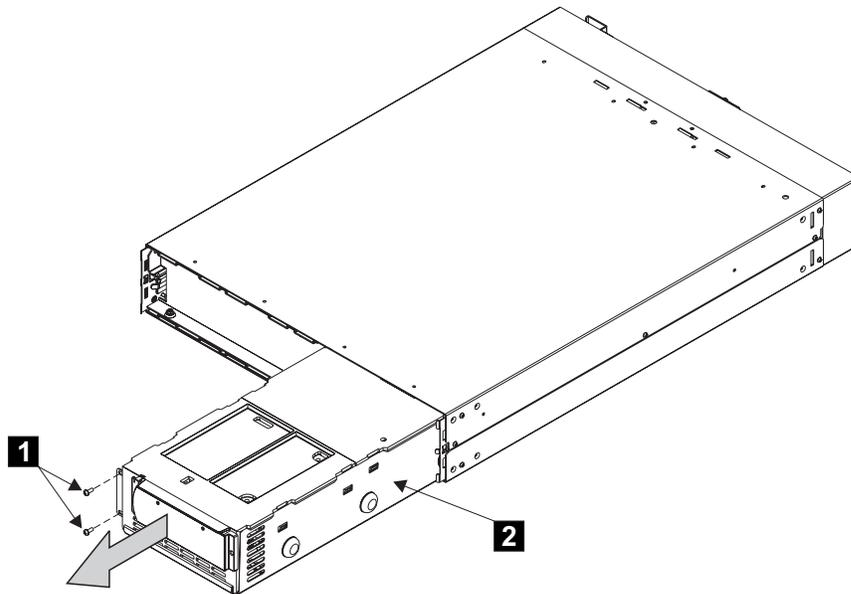

図 39. 2145 UPS の電子部品アセンブリーの取り出し
3. 2 つのねじ **1** を取り外します (図 39)。